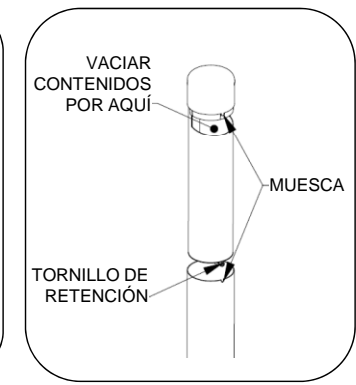

Fig. 7: vaciado de contenidos
3. Volver a colocar el cenicero y hacer coincidir las muescas como se muestra en la fig. 7.